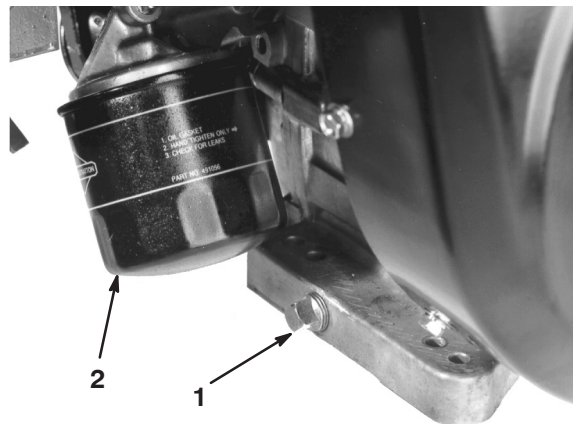

Figure 34
1. Enlevez le bouchon de vidange (Fig. 34) et laissez s'écouler l'huile dans un bac de vidange. Remettez le bouchon quand toute l'huile s'est écoulée.
2. Déposez le filtre à huile (Fig. 34). Appliquez une fine couche d'huile sur le joint du filtre de rechange.